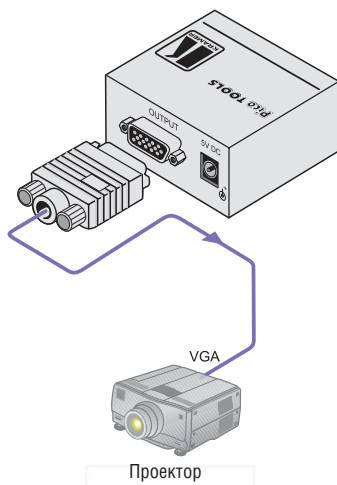

Рис. 2. VA-1VGAN: получение данных EDID от устройства отображения
В примере, приведенном на рис. 2, проектор отключается от PC с целью его монтажа на удалении, после чего PC считывает полученные из проектора данные EDID из **VA-1VGAN**. Затем проектор вновь подключается без необходимости в перезагрузке системы.
Чтобы воспользоваться **VA-1VGAN** для получения данных EDID, как это показано на рис. 2, действуйте в следующем порядке:
2. Подсоедините сетевой адаптер 5 В постоянного тока к розетке входа электропитания, а адаптер подсоедините к розетке электросети (на рис. 2 не показан). Если PC способен подавать электропитание на устройство со своего разъема VGA, необходимость в адаптере электропитания отсутствует.